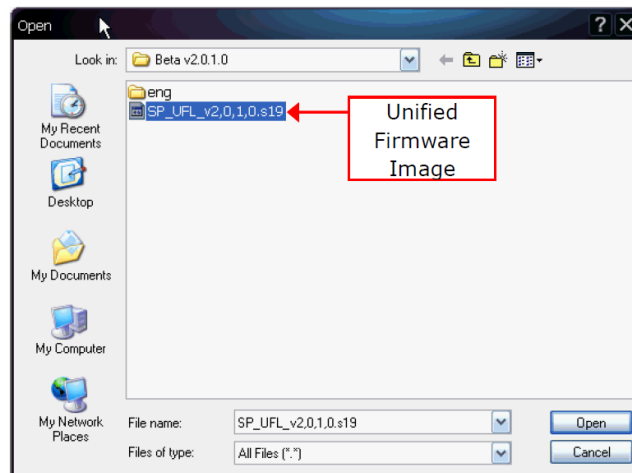

Figura 9: *Firmware Folder*
19. Procure a pasta NavCom/Firmware no PC (ver **Error! Reference source not found.**). A pasta do firmware está copiada a partir do Flash Drive USB da Configuração do Produto SF-3050. Ele contém o mais atual firmware (ver exemplo(s) de arquivo(s) na Figura 9). A extensão do arquivo do firmware é *.s19.